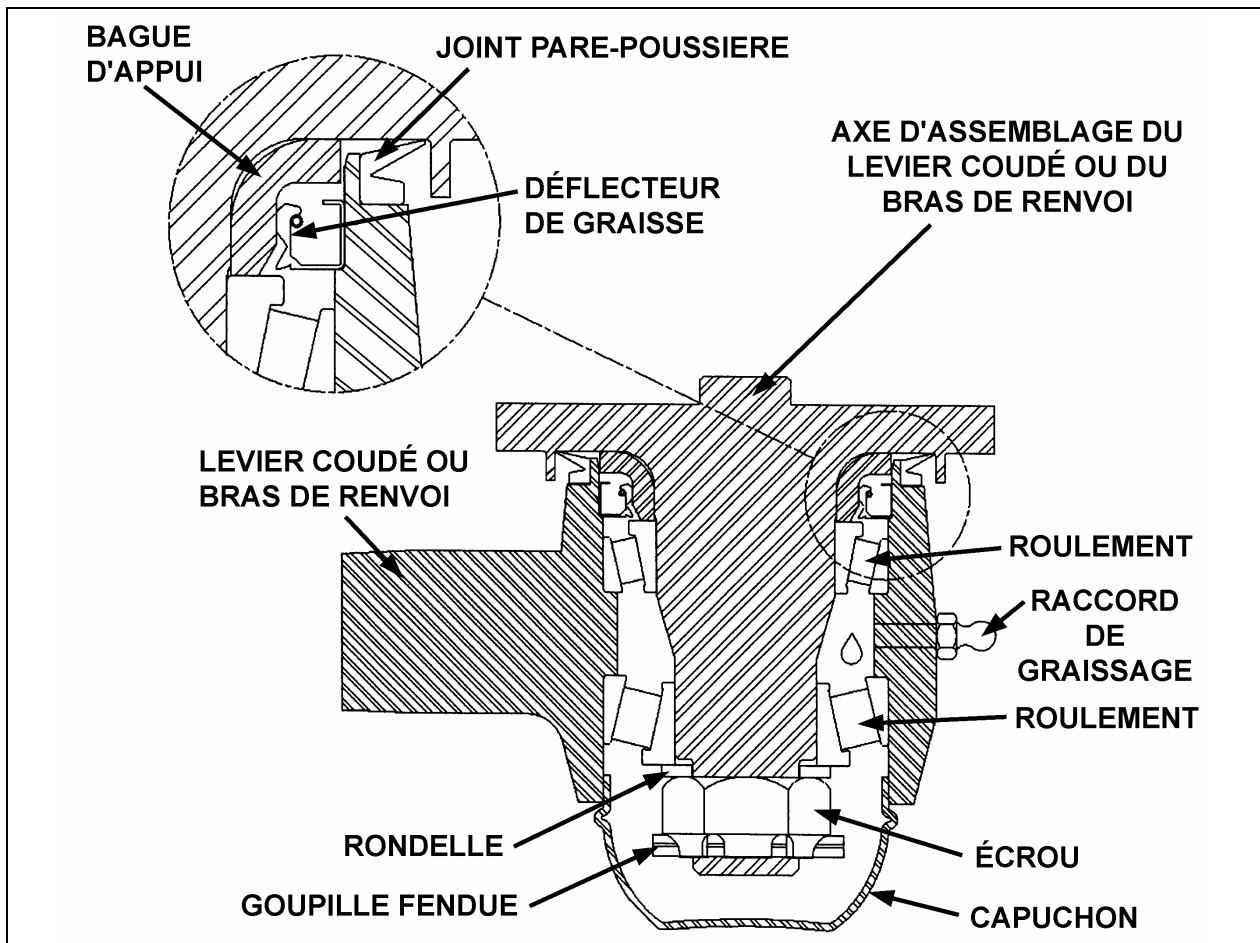

FIGURE 4: INSTALLATION DE L'AXE D'ASSEMBLAGE DU LEVIER COUDÉ OU DU BRAS DE RENVOI
8. Serrer fermement l'écrou (Voir figure 4).
Replier la goupille fendue sur l'écrou (Fig. 4). Ne pas replier la goupille fendue vers le bas, dans la direction du capuchon pour ne pas entraver le positionnement du capuchon.